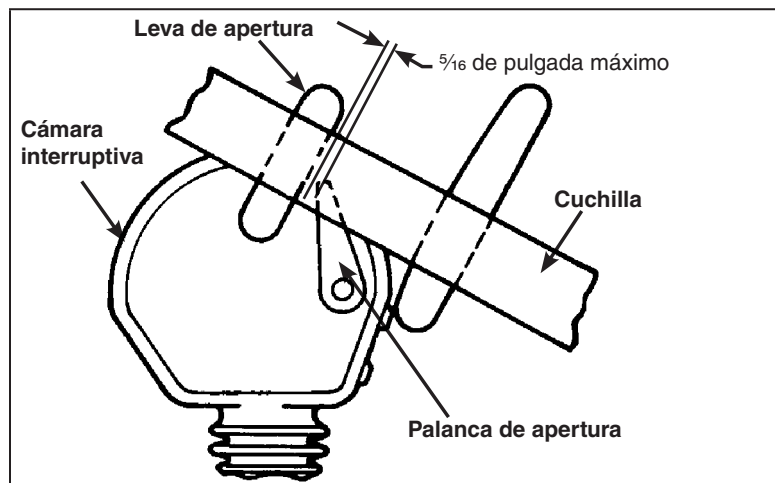

Figura 38. Conjunto de la cuchilla moviéndose en dirección de cierre.
- (a) Al tiempo que la cuchilla se mueva en la dirección de cierre, la separación entre la leva de apertura de la cuchilla y la palanca de apertura de la cámara interruptiva debe estar dentro del límite que se indica. Vea la Figura 38.